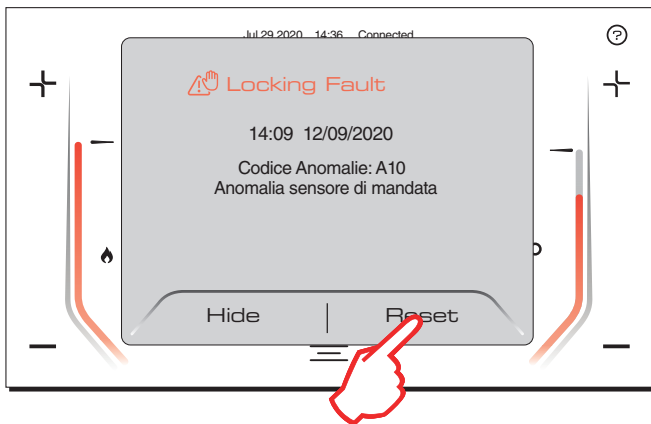

fig. 45
- 1 - Tocando [RESET] cuando aparece una ventana similar a la ilustrada en fig. 45.